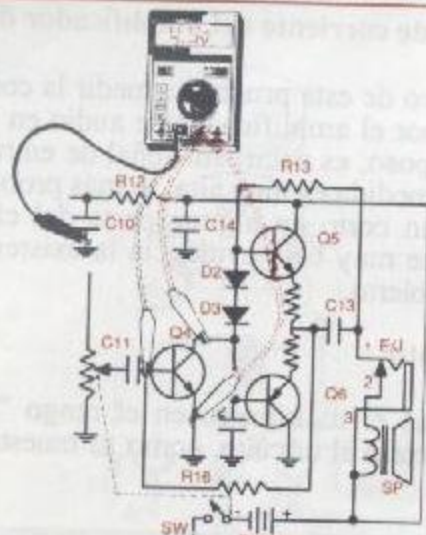

Fig. A26
**Paso 1.** Sitúe el multímetro en el rango "12 VDC" y conéctelo al circuito como se muestra en la figura A26. Coloque la punta negativa a tierra y utilice la punta positiva para recorrer los puntos de interés.